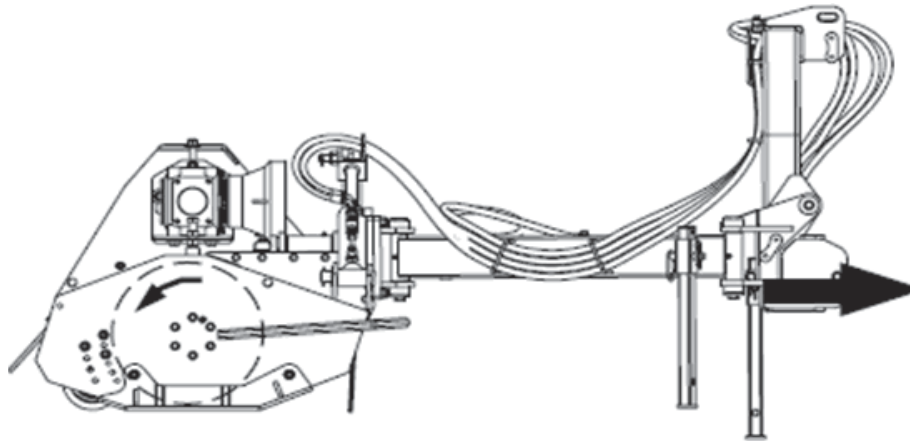

Fig. 5.4 - rotation du rotor et sens de la marche
**Le sens de la marche à suivre selon la rotation du rotor est indiquée sur la fig. 5.4**